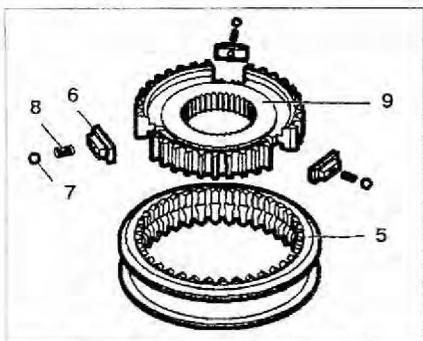

Рис. 4.25. Отсоедините муфту 5 от ступицы 9 синхронизатора и снимите сухари 6, пружины 8 и шарики 7.
5. Отсоедините муфту 5 от ступицы 9 синхронизатора и снимите сухари 6, пружины 8 и шарики 7 (рис. 4.25).